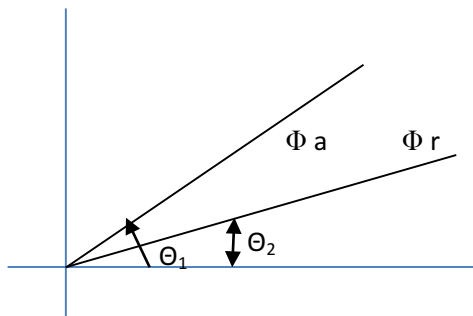

Figura 3.1. Relación entre el flujo de armadura y el flujo de motor.
- El flujo de armadura ( $\Phi_a$ ) adelanta al flujo de motor ( $\Phi_r$ ), ver Figura 3.1.